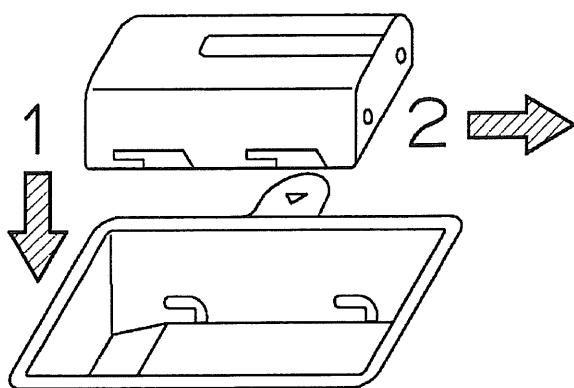
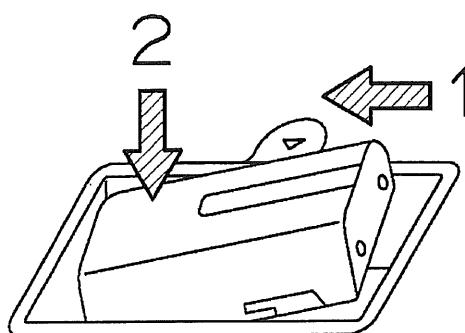

図3-2
図3-3
a) バッテリーパックの取り付け (図3-2を参照してください)
1. 本器上面の②バッテリー蓋を開け、バッテリーパックをバッテリーホルダに入れます。
2. バッテリーパックを前に押し、端子に吻合させ、②バッテリー蓋を閉めます。
b) バッテリーパックの取り外し (図3-3を参照してください)
1. 本器上面の②バッテリー蓋を開け、バッテリーパックを後ろにずらします。